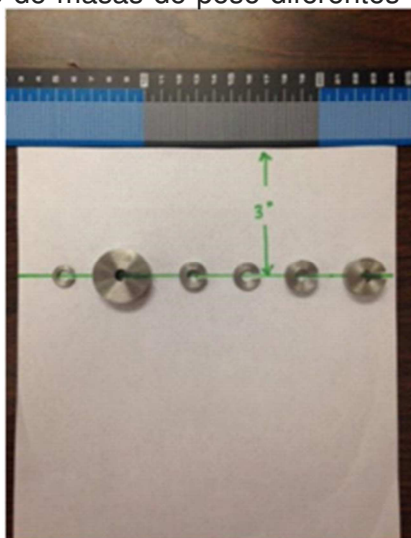

Figura 5-1
2. Coloque una regla en la parte superior del papel, como se muestra en la Figura 5-1, de modo que el extremo opuesto del papel quede colgando de la mesa aproximadamente dos pulgadas.
3. Alinee uno de cada tamaño de masas de peso diferentes en línea como se muestra en la Figura 5-1.